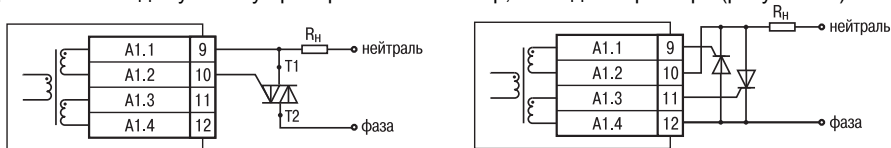

Рисунок 3.5
3.1.1.5 **Импульсный трансформатор** имеет две вторичные обмотки, что позволяет подключать к каждому каналу прибора либо симистор, либо два тиристора (рисунок 3.5).